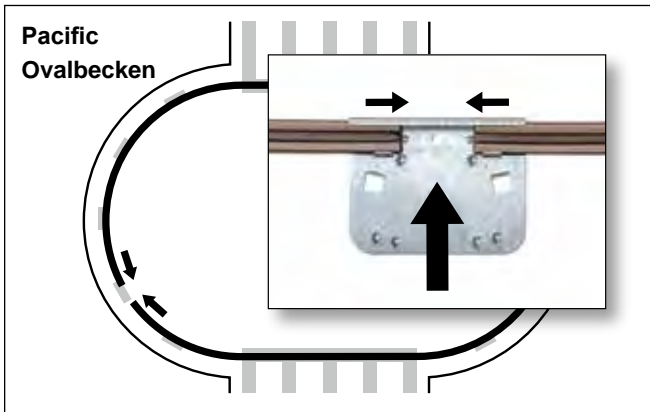

Abb. 140
- 2) Die Wand scheint zu kurz zu sein. **Dies stimmt nicht.** Der Abstand zwischen den Bodenschienen muss jedoch verringert werden, indem die Bodenplatten durch leichtes Klopfen zum Beckeninneren bewegt werden. Sie können die Wand auch mit beiden Händen leicht in die gewünschte Richtung klopfen. (Abb. 140, 141)